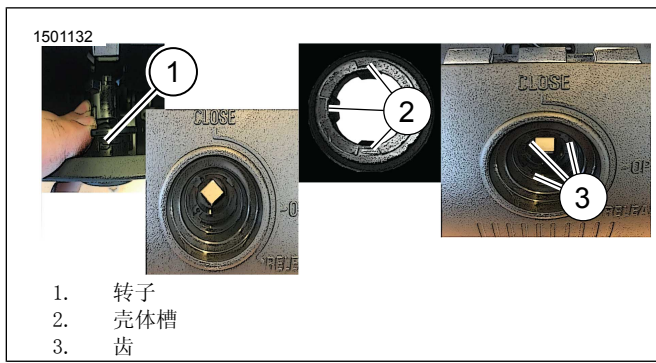

图7。壳体
- 图7手动放置转子(1)。
- 图7将壳体上的三个槽(2)与释放杆上的三个齿(3)对齐。